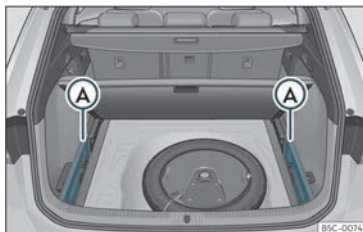

Fig. 111 Na bagageira: alojamento para guardar a chapeleira enrolável.
- Retire as tampas esquerda e direita >>> **Fig. 111** **A**.